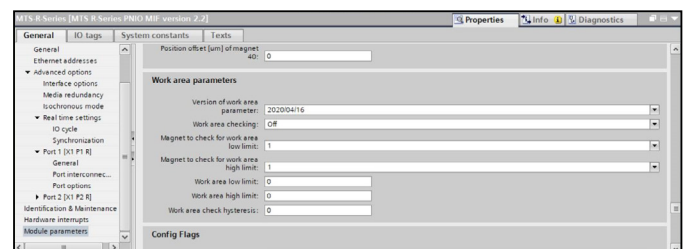

Abb. 45: Einstellung der Schaltpunkte für den Arbeitsbereich (work area)
- **Einstellen der Schaltpunkte für das Eingangsmodul „Sensor status 2“:** Um die Informationen aus dem Eingangsmodul „Sensor status 2“ zu lesen, ziehen Sie dieses Modul in das Fenster „Device Overview“. Im Abschnitt „Work area parameters“ des Sensors können Sie unter „Work area parameters“ die Parameter der Schaltpunkte einstellen (Abb. 45):